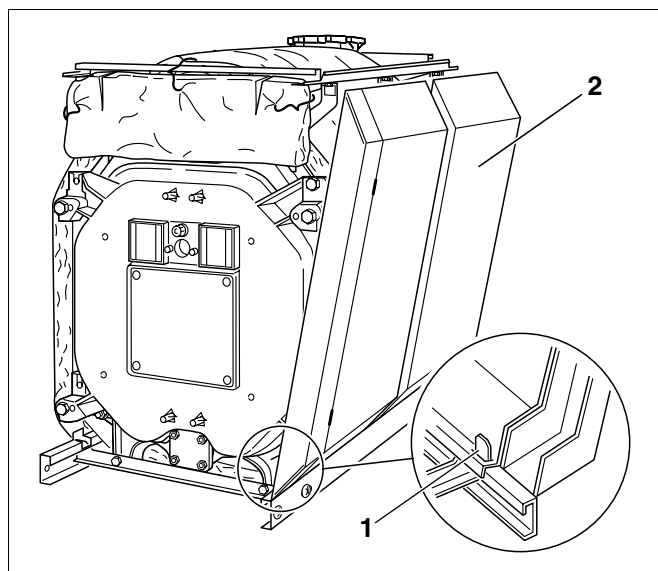

Fig. 50 Montering av sideveggdeler
- Heng de fremre sideveggene (Fig. 50, **Pos. 2**) på de oppbøyde laskene i sokkelskinnene (Fig. 50, **Pos. 1**) nede på høyre og venstre side og skyv dem deretter over kanten til de langsgående skinnene oppe.